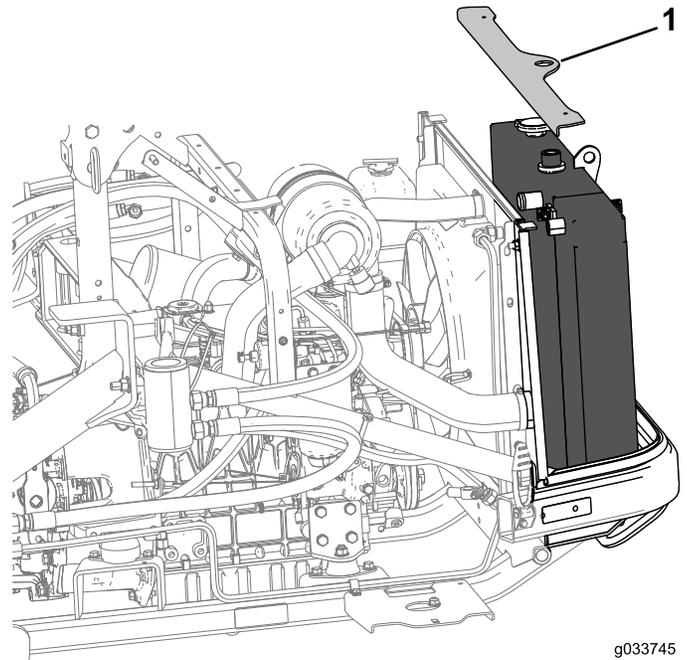

Figura 2
4. Retire el soporte del radiador, afloje la cubierta de ventilador e incline el conjunto del radiador hacia atrás de los soportes inferiores (Figura 2).